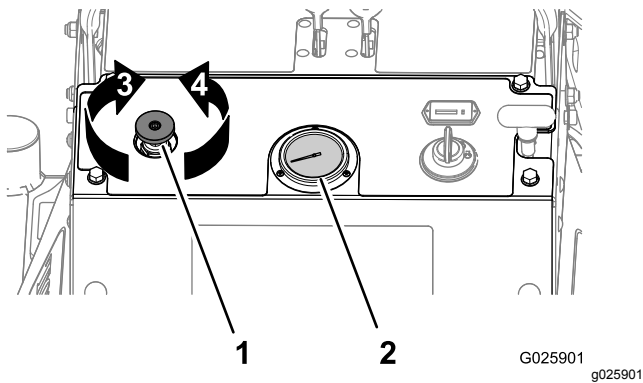

Figure 18
Remarque: Première utilisation : réglez la commande de pression des louchets afin que le manomètre des louchets (Figure 18) indique 24 bar (350 psi).
- Tournez la commande de pression des louchets **dans le sens antihoraire** (Figure 18) pour augmenter la pression vers le bas afin de retirer une carotte **plus courte**.
- Tournez la commande de pression des louchets **dans le sens horaire** (Figure 18) pour réduire la pression vers le bas afin de retirer une carotte **plus longue**.